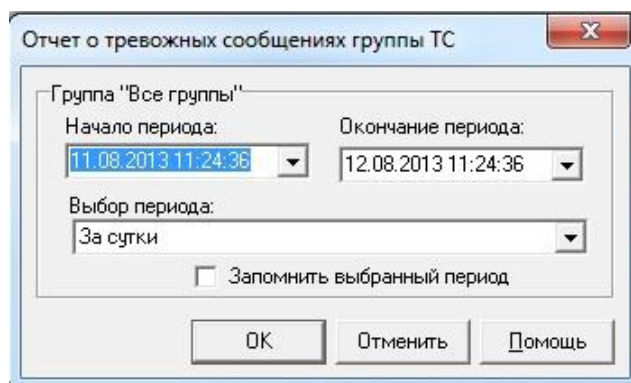

Рисунок 185 – Форма «Отчет о тревожных событиях группы ТС»
- 2 Вызвать пункт меню «Отчеты» ⇒ «Отчет о тревожных событиях группы ТС». Программа предоставляет форму «Отчет о тревожных событиях группы ТС» для задания параметров отчета (см. Рисунок 185).